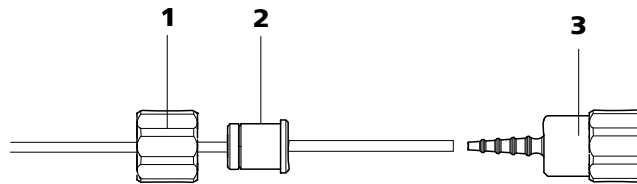

Abbildung 26 Pumpschlauch-Verbindung ohne Filter installieren
- **Fall B:** eine Pumpschlauch-Verbindung **ohne Filter** (6.2744.160) (siehe Abbildung 26, Seite 46) anschliessen.